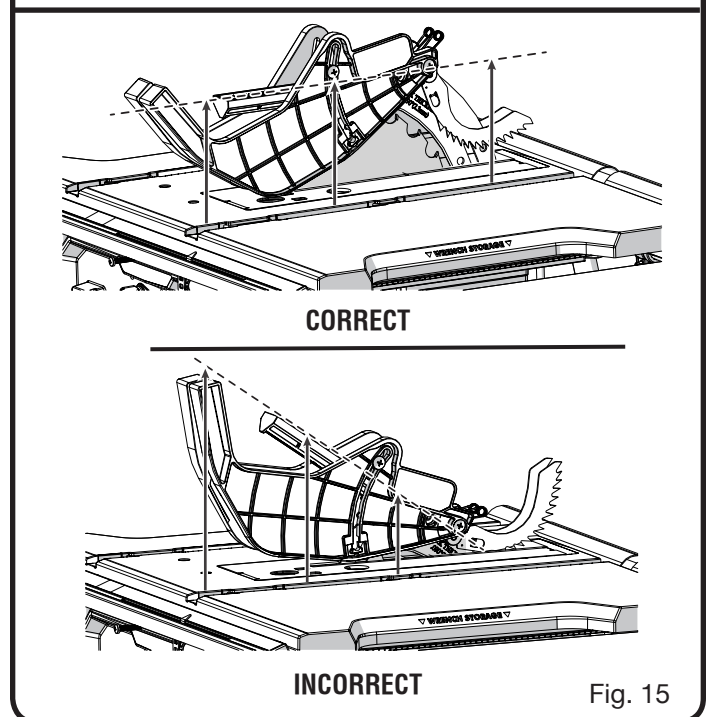

Fig. 15
- Avec le devant du protège-lame à élevé, abaisser le dos du garde dans le trou de milieu le couteau diviseur comme illustré. Appuyer le devant du garde jusqu'à ce que **c'est parallèle à la table** (voir la figure 15). Si le protège-lame n'est pas parallèle la table, le couteau diviseur n'est pas dans « en haut » la position.